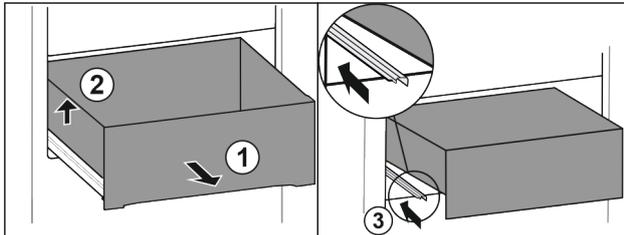

Fig. 62
- ▶ Extraiga el cajón hasta el tope. Fig. 62 [1]
- ▶ Levante el cajón por la izquierda. Fig. 62 [2]
- ▶ Retraiga la guía izquierda. Fig. 62 [3]